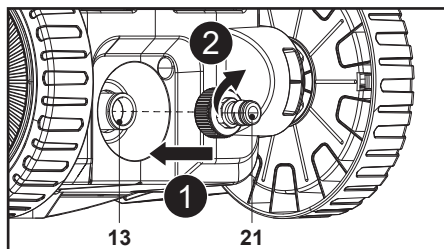

Fig. 7
Alinhe e aperte o adaptador de entrada de água (21) no conector de entrada de água (13) na parte posterior da máquina (Fig. 7, passos 1, 2).